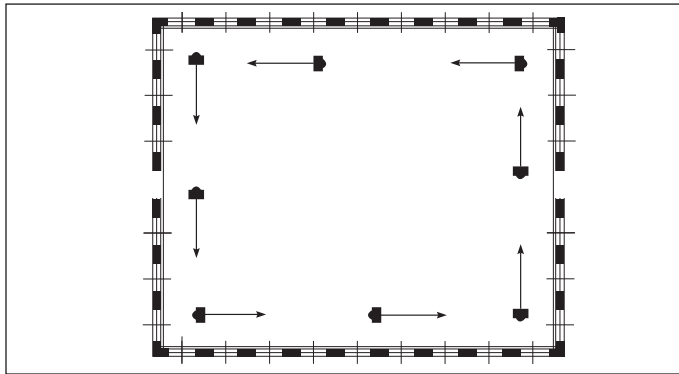

Figure 3.1 - Disposition pour distribution horizontale
2. Les appareils à débit horizontal doivent être montés de façon que les flux d'air chaud balayent les parois exposées du local parallèlement ou obliquement mais pas perpendiculairement. Les appareils doivent être espacés pour que leur flux d'air chaud se renforcent les uns les autres. Voir la figure 3.1